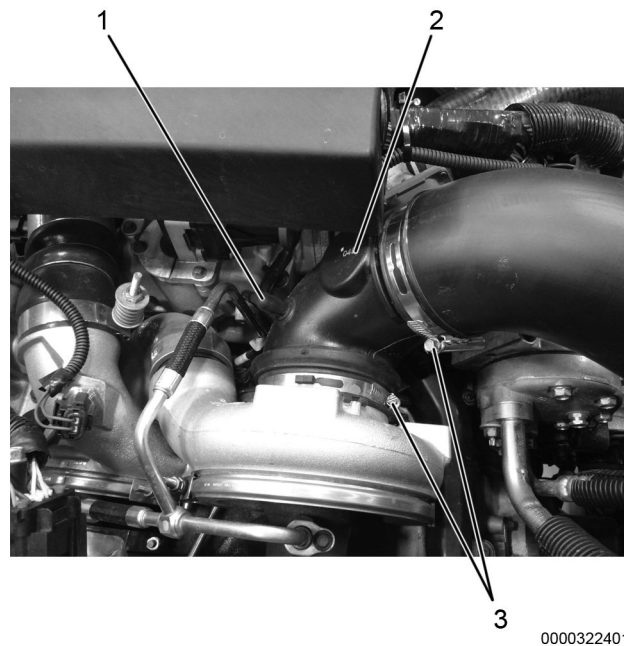

Figure 3. Coude d'admission du turbo
3. Collier (2)
5. Déconnectez le conduit de suralimentation (figure 3, élément 1) du coude d'alimentation du turbo (figure 3, élément 2).
6. Desserrez les colliers de serrage (figure 3, élément 3) du coude d'admission. Retirez le coude d'admission
12. Connectez le coude d'admission (figure 3, élément 2) au turbocompresseur et au conduit d'admission. Serrez fermement les colliers (figure 3, élément 3).
13. Connectez le conduit de suralimentation (figure 3, élément 1) au code d'admission du turbo.